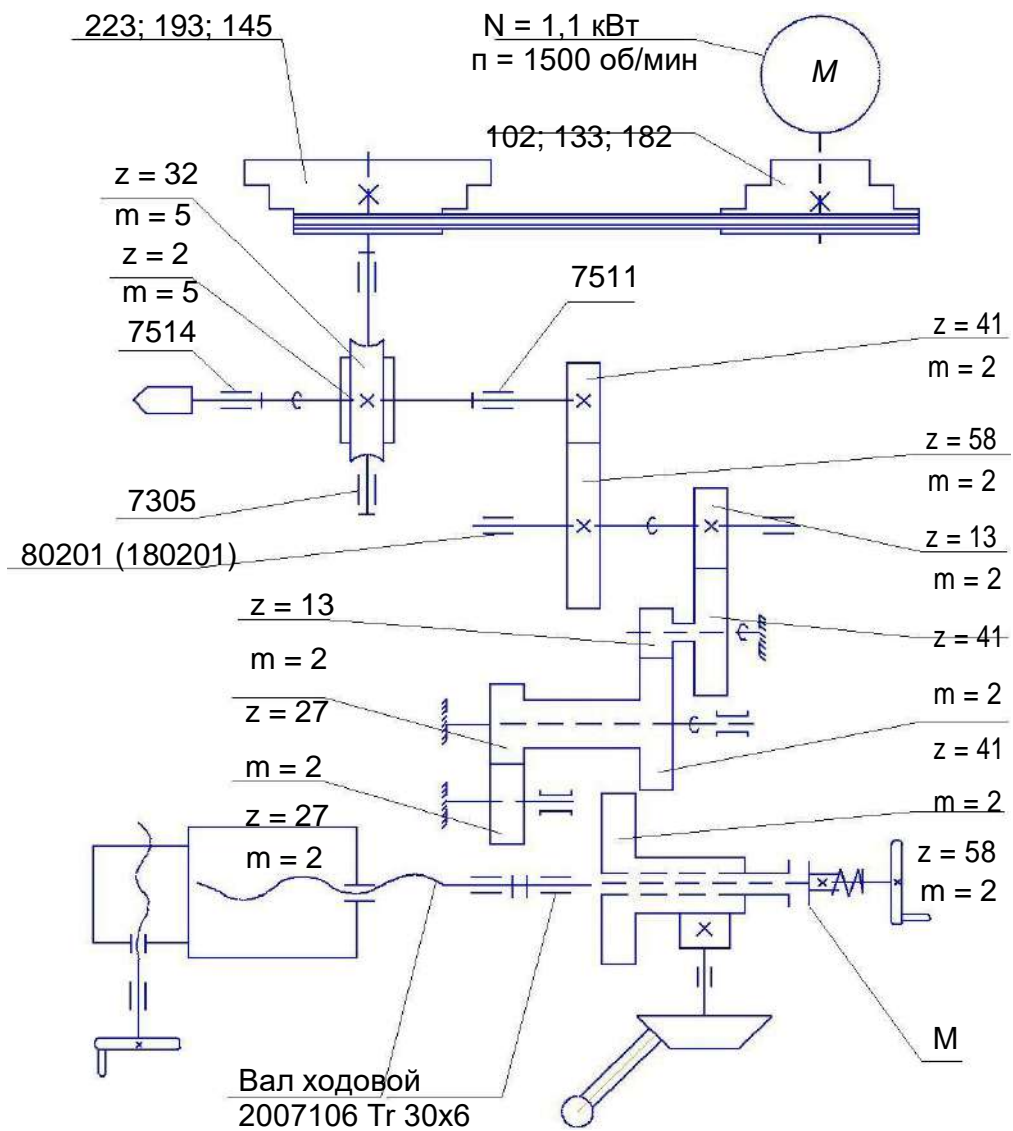

Рис.2 Схема кинематическая
4.2 Схема кинематическая приведена на рис. 2.